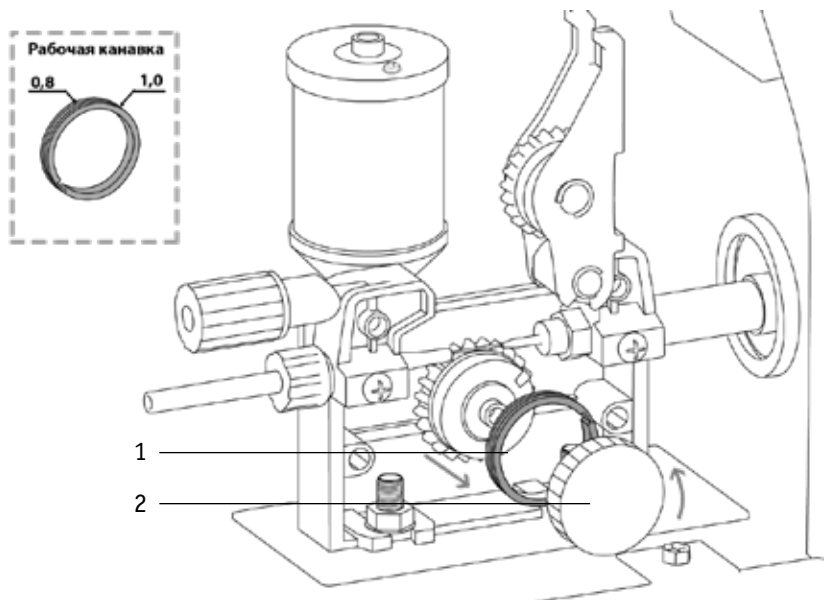

Рис. 8.5.3. Порядок смены подающего ролика.
3. Установите необходимую канавку в зависимости от диаметра сварочной проволоки ролик (см. рис. 8.5.3).